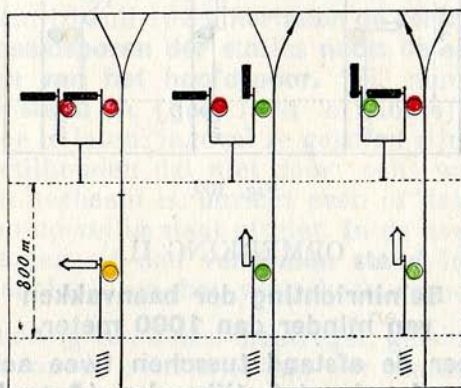

Fig. 108.
b) den **horizontalen** stand (**geel** licht 's nachts) die voorschrijft **stil te houden vóór** den **kandelaarseinpaal**, of den **verticalen** stand (**groen** licht 's nachts), die aanwijst dat **het sein op veilig staat voor een spoor** dat mag bereden worden met de normale snelheid toegelaten op den **gemeenschappelijken stam** (fig. 108).